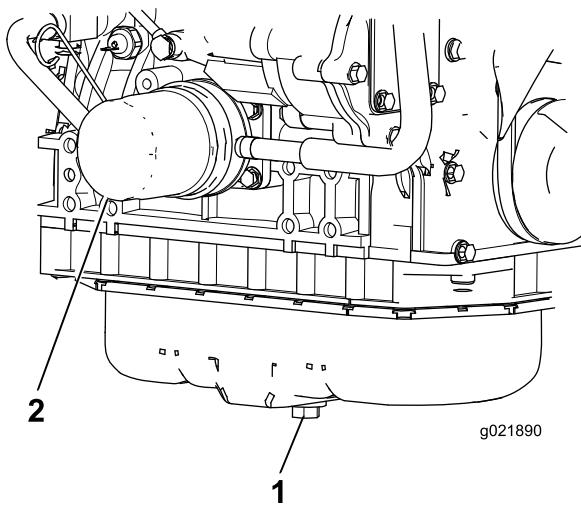

Figura 72
1. Retire o tampão de escoamento (Figura 72) e deixe o óleo escorrer para um recipiente adequado. Quando o óleo for drenado, volte a montar o tampão de escoamento.
2. Retire o filtro do óleo (Figura 72). Aplique uma leve camada de óleo limpo no vedante do filtro novo antes de o montar. **Não aperte demasiado.**